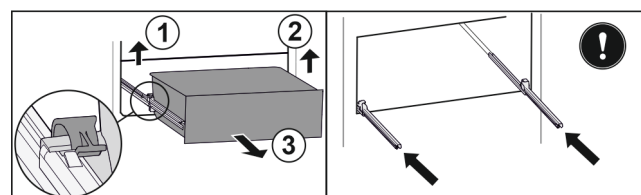

Fig. 105
- ▶ Linke Klemme anheben und gleichzeitig Schubfach links nach vorne ziehen. Fig. 105 (1)
- ▶ Rechte Klemme anheben und gleichzeitig Schubfach rechts nach vorne ziehen. Fig. 105 (2)
- ▶ Schubfach nach vorne entnehmen. Fig. 105 (3)